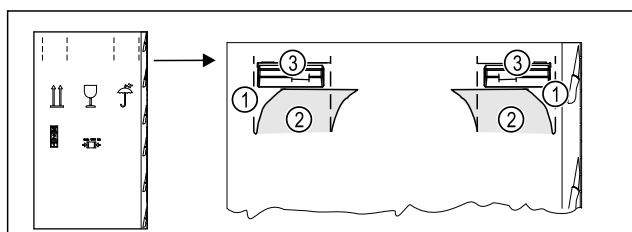

Fig. 3
- Introduire le carton d'emballage en haut au niveau de la perforation Fig. 3 (1).
- Retirer les languettes enfoncées Fig. 3 (2).
- La poignée de transport Fig. 3 (3) à droite et à gauche est visible.
- Tenir l'appareil au niveau des poignées de transport Fig. 3 (3).